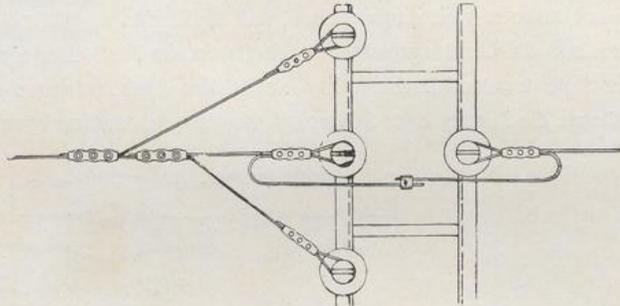

Fig. 5.
**Einteilige Niet- und Schraubenverbinder** sind für solche Verbindungen bestimmt, die den vollen Leitungszug auszuhalten haben. Bis zu 50 mm2 genügt ein Verbinder, während man für größere Querschnitte zweckmäßig z w e i Verbinder hintereinander anordnet. Mit einteiligen Verbindern werden auch die Post- und Bahnkreuzungen nach der bekannten Dreifachaufhängung montiert (Fig. 5).